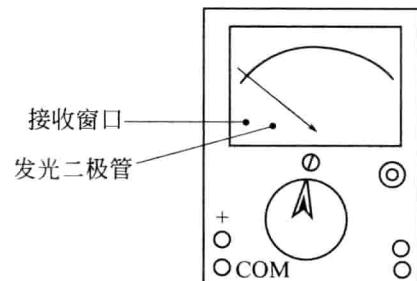

图 1-14 接收窗口和发光二极管位置
② 红外线遥控器数据检测（符号 ）：该挡是为判别所有红外线遥控器数据传输发射工作是否正常而设置，如电视机、空调器的遥控器、笔记本电脑、手机等。将转换开关置于此挡时，把红外线发射器的发射头垂直（大约在  $\pm 15^\circ$  内）对准表盘左下方接收窗口，按下需检测功能按钮，如果表盘上的红色发光二极管闪亮，表示该发射器工作正常。在一定距离内（ $1 \sim 10cm$ ）移动发射器，还可以判断发射器输出功率状态。接收窗口和发光二极管位置如图 1-14 所示。